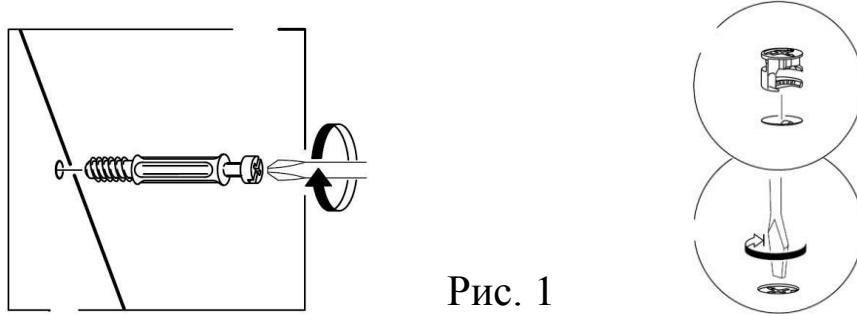

Рис. 1
1. В боковые стенки (81), (82), перегородку (83), горизонтальный щит (84), планку заднюю (51) в имеющиеся отверстия установить эксцентрики таким образом, чтобы стрелка была повернута в сторону отверстия в торце.
В установленные муфты эксцентриковых стяжек на боковых стенках (81), (82), крышке (80) ввернуть дюбели DU 644, в соседние отверстия установить шканты (рис.1).
2. На боковые стенки (81), (82), перегородку (83) установить направляющие ящиков шурупами 6,3x10,5мм. Первое отверстие на щите должно совпасть с третьим отверстием на направляющей, за исключением: на правой стороне перегородки первое отверстие на щите должно совпасть со вторым отверстием на направляющей.
3. В усовые гайки на нижнем щите (64) ввернуть опоры. На нижние торцы опор наклеить фетровые под пятники.